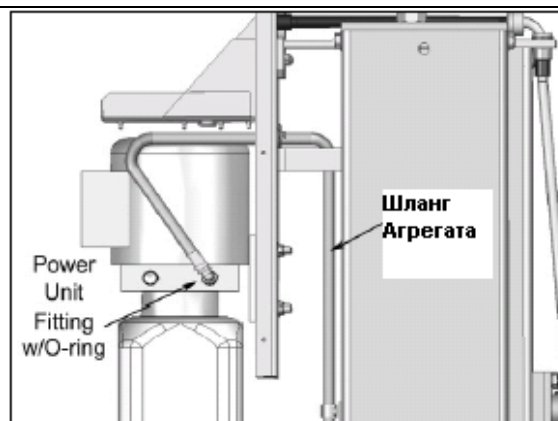

Рис.18.3
4. Протянуть Шланг Агрегата через отверстие с резинкой в коробке крепления агрегата и подсоединить к 90° Штуцеру на Агрегате ( см. Рис.18.3 )